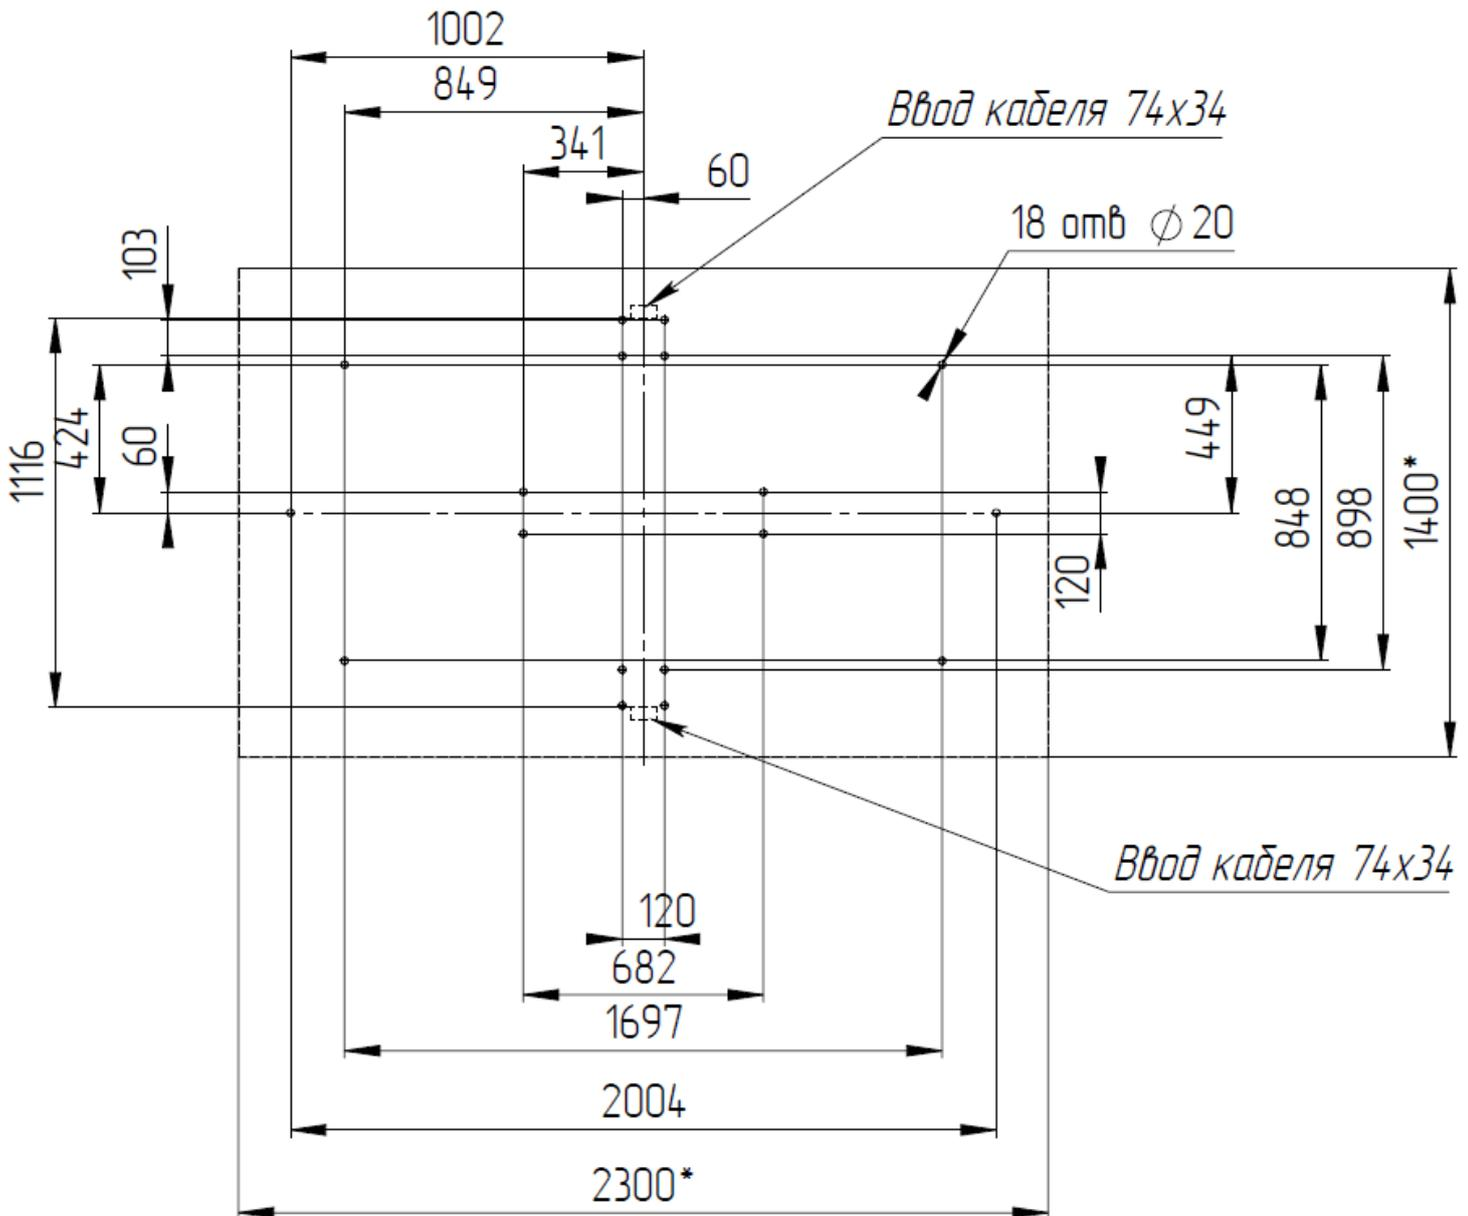

Рисунок 4 – Шаблон для установки турникета
4.2.3 Рисунок 4 – по установочным размерам, подготовьте 18 отверстий диаметром 20 мм в полу под анкеры крепления стойки турникета глубиной 80 мм.